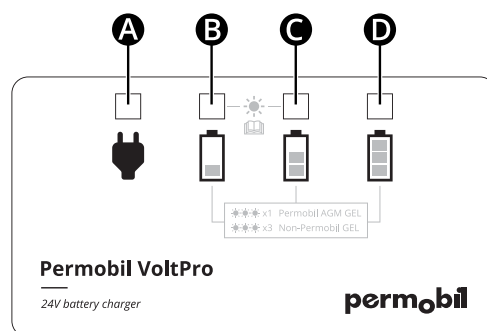

Bild 6. Lysdioder visar batterinivåer.
- Kontrollera huruvida lysdioderna blinkar en eller tre gånger. Lysdioderna **B**, **C** och **D** kommer att blinka så snart du ansluter batteriladdarens strömkabel till ett lämpligt eluttag, se bild 6.